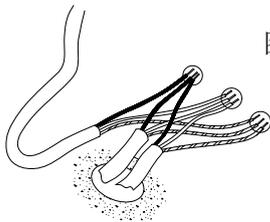
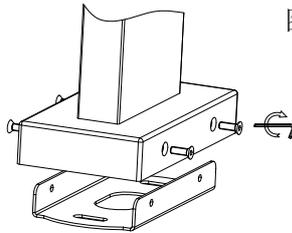
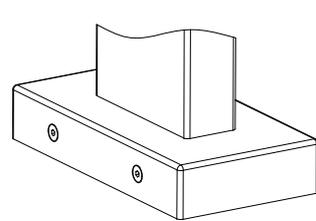

图 10
图 11
图 12
2.5 底盘安装好后，根据灯具电源线标贴指示，将电源线与市电连接，并做好防水、防漏电措施，然后再将灯具平稳锁在不锈钢底盘上，灯具安装完成，图10、图11、图12。